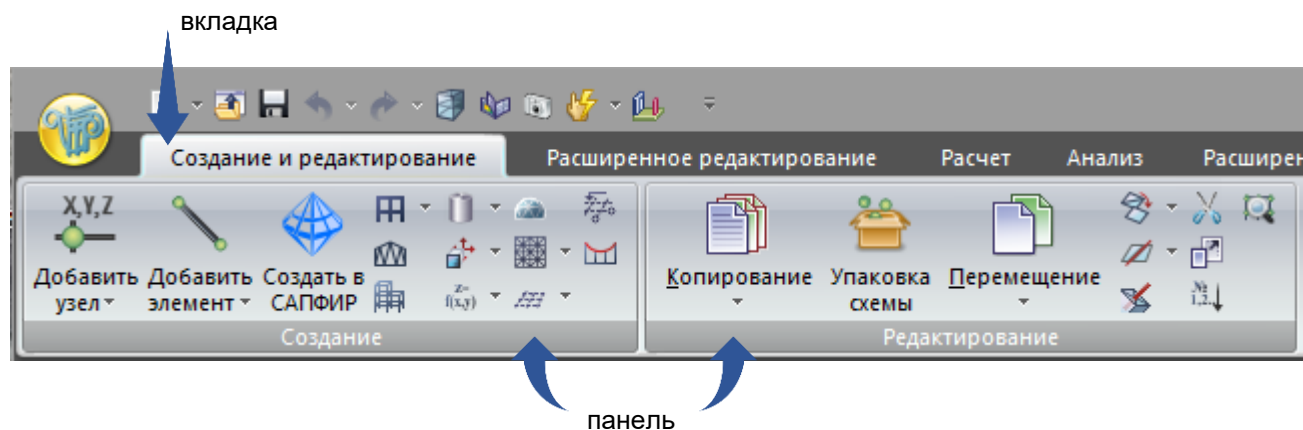

Рис. 1. Вкладки и панели ленты
**Вкладка** (рис.1) - элемент графического интерфейса пользователя, который позволяет в одном окне приложения переключаться между predetermined наборами элементов интерфейса, когда их доступно несколько, а на выделенном для них пространстве окна можно показывать только один из них.
**Панель** (рис. 1)- организация используемых команд в группы, подобные панелям инструментов. Панели ленты позволяют осуществлять быстрый вызов команд и при этом сокращают количество присутствующих на экране элементов интерфейса.